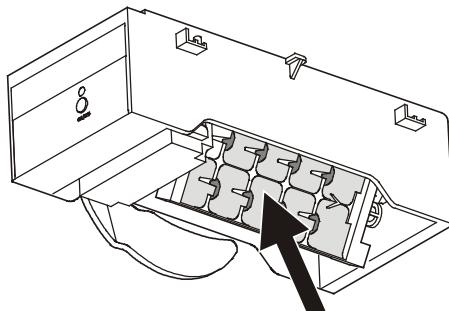

Figure 22
- Après cela, vider le bac à glaçons (**Figure 22**). Se référer au chapitre « Fabrique à glaçons en mode Vacances ».
En cas de vacances prolongées, le bac à glaçons (flèche sur la **Figure 22**) doit être vidé.
Quand la température intérieure apparaît à l'écran, le bac est retourné (**Figure 22**) et la fabrique à glaçons s'éteint automatiquement.